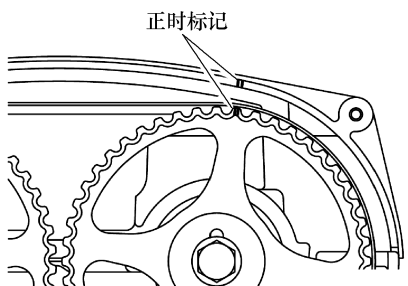

图 4-89 正时带的正时标记
1) 将排气凸轮轴链轮的正时标记调整至 1 号气缸活塞压缩行程上止点(TDC)约前一齿位置, 如图 4-89 所示。
(3) 机油泵链轮拆卸